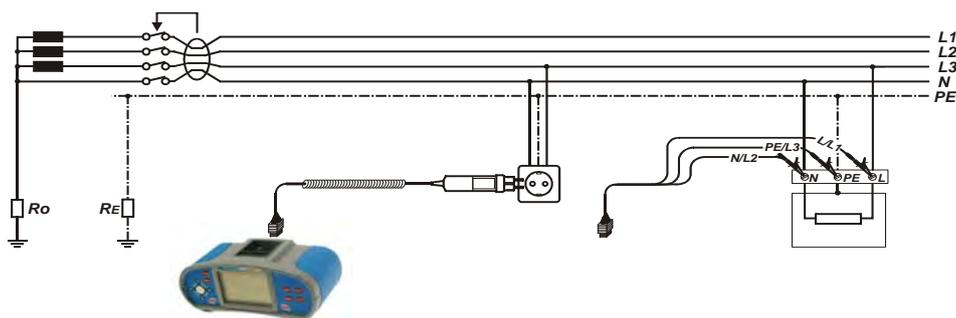

Abb. 5.12: Anschluss des Taster-Steckers und Universalprüfkabels
- Schließen Sie die Prüfleitungen an die zu prüfende Anlage an (siehe Abb. 5.12).
| <ul style="list-style-type: none"> <input type="checkbox"/> Wählen Sie die RCD-Funktion. <input type="checkbox"/> Stellen Sie Unterfunktion AUTO ein. <input type="checkbox"/> Stellen Sie Prüfparameter (falls notwendig) ein. <input type="checkbox"/> Schließen Sie den Prüfkabel an das Instrument. <input type="checkbox"/> Schließen Sie die Prüfspitzen an die zu prüfende Anlage an (siehe Abb. 5.12). <input type="checkbox"/> Drücken Sie die TEST-Taste. | Beginn der Prüfung |